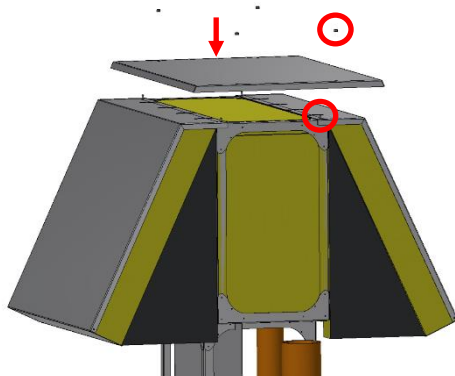

Bild 5
6. Bild5: Deckel auf die Gewinde drücken und mit den Muttern verschrauben.